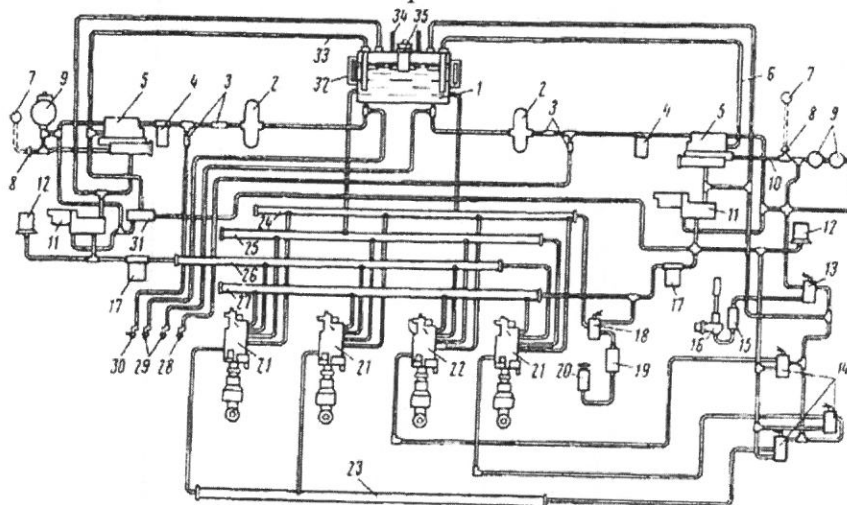

Рис. 9.1. Принципиальная схема гидравлической системы.
- 17 Используя рисунок 9.1, проследите путь движения жидкости при работе основной и дублирующей гидросистемы вертолета.